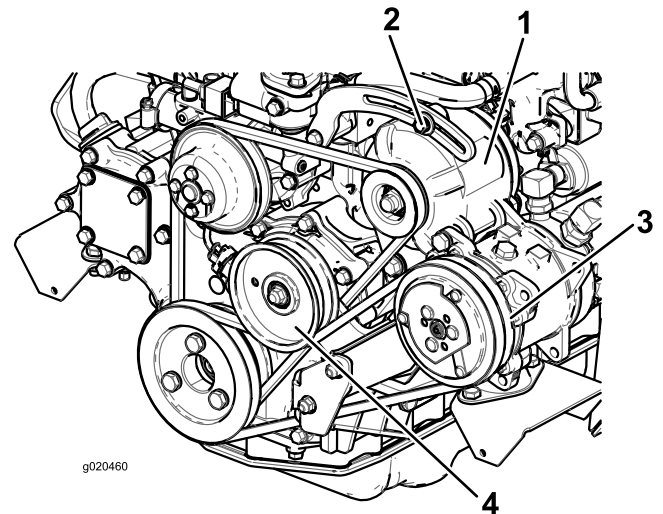

Figura 98
Se la flessione non è di 10 mm, allentate i bulloni di fissaggio dell'alternatore (**Figura 98**).
- Se la flessione non è di 10 mm, allentate il bullone di fissaggio della puleggia tendicinghia (Figura 98).